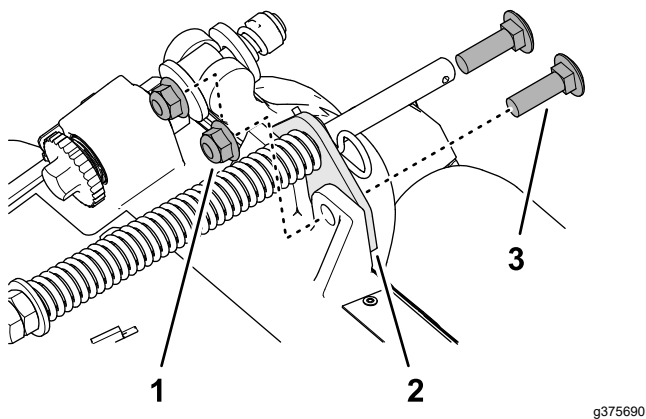

Figura 17
2. Retire las 2 contratuercas con arandela prensada ($\frac{3}{8}$ ") y los 2 pernos de cuello cuadrado ($\frac{3}{8}$ " x $1\frac{1}{4}$ ") que sujetan el soporte del muelle de compensación al bastidor de la unidad de corte (Figura 17).